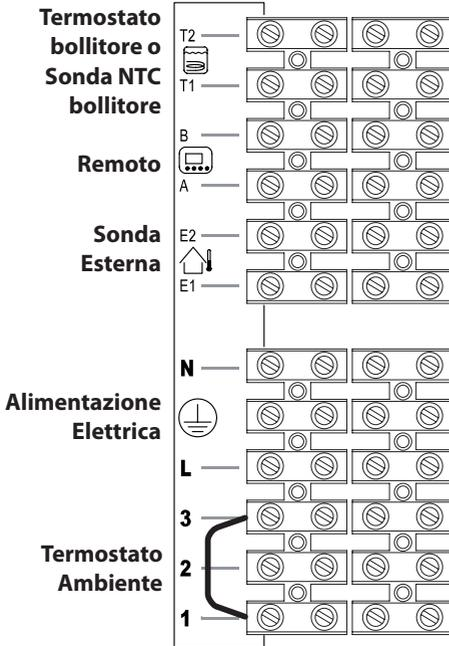
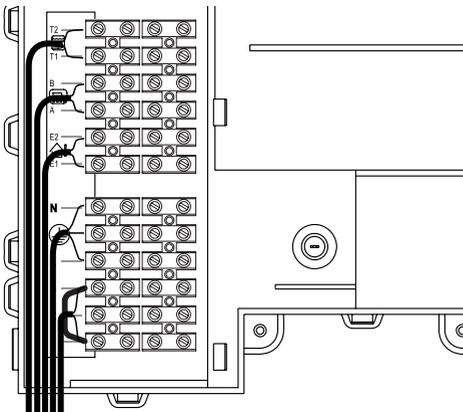

Figura 5.21
Figura 5.22
- Collegare il cavo di alimentazione elettrica proveniente dall'interruttore onnipolare alla morsettiera di alimentazione elettrica della caldaia Figura 5.21 rispettando la corrispondenza della linea (filo marrone) e del neutro (filo azzurro).
Il percorso del cavo o dei fili di alimentazione elettrica della caldaia e del termostato ambiente devono seguire il percorso indicato in Figura 5.22.
Per il collegamento di un termostato ambiente servirsi dei morsetti indicati in Figura 5.21.
Per il collegamento di valvole di zona servirsi dei morsetti termostato ambiente indicati in Figura 5.21 e Figura 5.22. I conduttori elettrici dei contatti del micro della valvola di zona vanno inseriti nei morsetti "1 e 3" della morsettiere termostato ambiente come in Figura 5.22.